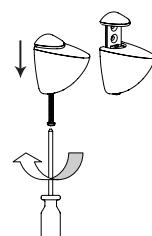

Figure 1
ÉTAPE 1: Desserrez la vis de réglage d'une pince pour tablette jusqu'à ce que les trous internes soient visibles, tel qu'ilustré à la **Figure 1**. Répétez pour l'autre pince pour tablette.